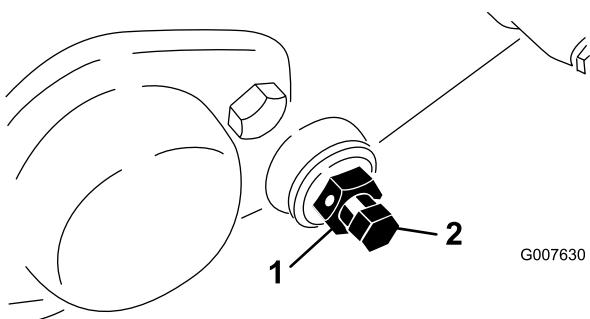

Figura 49
- Desaperte a porca de bloqueio que segura a cavilha da barra de apoio, em cada um dos lados da máquina (Figura 49).
- Remova cada uma das cavilhas da barra de apoio, de modo a permitir puxá-la e retirá-la da máquina. Guarde as duas anilhas de nylon e as duas anilhas de aço prensado de cada uma das extremidades da barra de apoio (Figura 49).